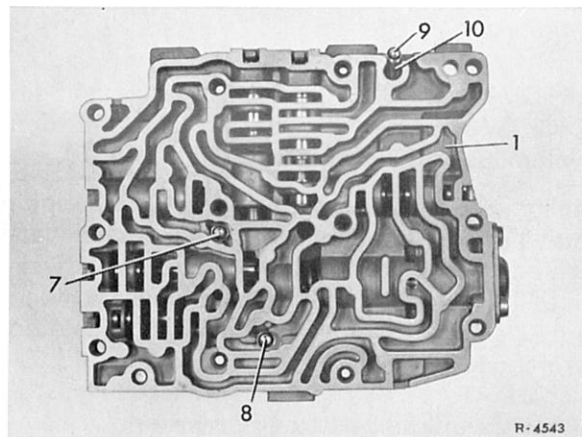

Bild 27-8/14
21 Kugel mit 7 mm Ø (7) vom Einweg-Drosselventil K 1, Kugel mit 7 mm Ø (8) vom Einweg-Drosselventil K 2 und Feder (10) samt Kugel mit 5,5 mm Ø (9) in das Schaltschiebergehäuse-Oberteil (1) einlegen (Bild 27-8/14).